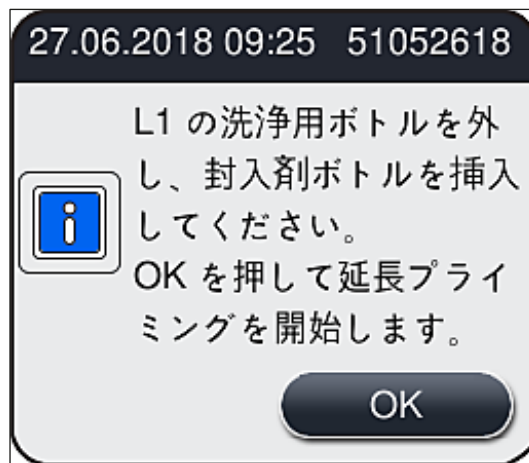

図 105
- » その後、洗浄試薬ボトルを装置から取り外し、封入剤の入った新しいボトルを挿入するようオペレーターに促すメッセージが表示されます。ボトルを挿入した後に、情報メッセージ (→ 図 105) を **はい** で確認します。洗浄試薬ボトルの内容物は、検査室安全規定に従って廃棄してください。